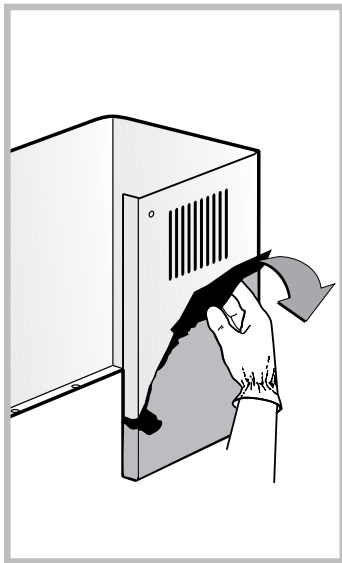

Rys.1C
- Sprawdzić na tabliczce znamionowej (znajdującej się wewnątrz urządzenia), czy że napięcie i moc odpowiadają parametrom sieci elektrycznej oraz czy gniazdko jest odpowiednie. W razie wątpliwości należy skonsultować się z wykwalifikowanym elektrykiem (**Rys. 1C**).